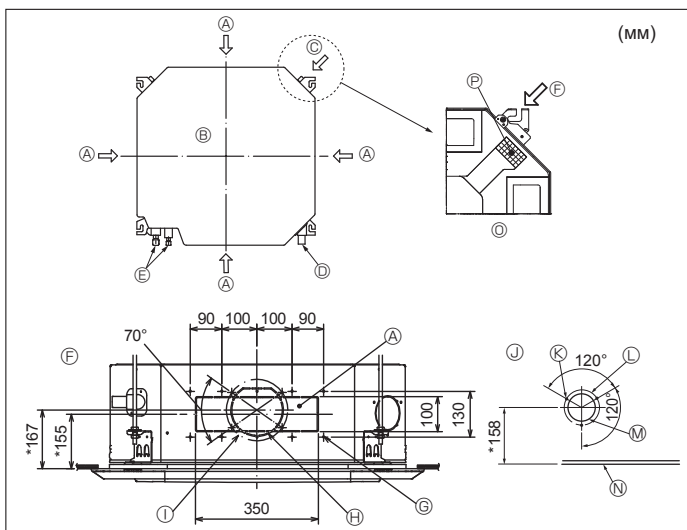

Fig. 3-4
3.4. Отвір відвідного каналу й отвір впуску свіжого повітря (Fig. 3-4)
Під час встановлення використовуйте отвори відвідного каналу (вирізані), розміщені в місцях, вказаних на Fig. 3-4, за необхідністю.